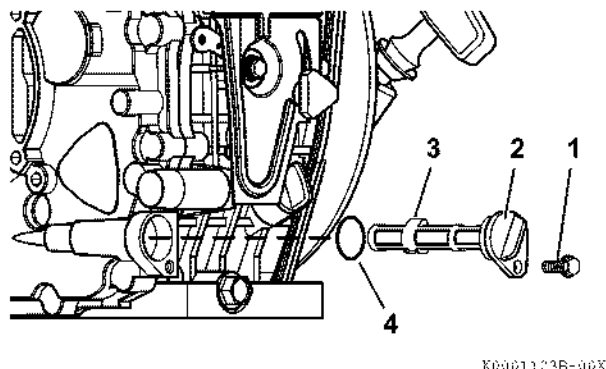

Рис. 67
1. Выкрутите болт, закрепляющий масляный фильтр (Рис. 67, (1)).
3. Потяните за крышку масляного фильтра (Рис. 67, (2)) и выньте фильтр (Рис. 67, (3)).
5. Смажьте прокладку (Рис. 67, (4)) маслом и вставьте масляный фильтр на место (Рис. 67, (3)).
6. Убедитесь, крышка топливного фильтра (Рис. 67, (2)) плотно закрыта.
7. Закрутите болт, закрепляющий масляный фильтр (Рис. 67, (1)).